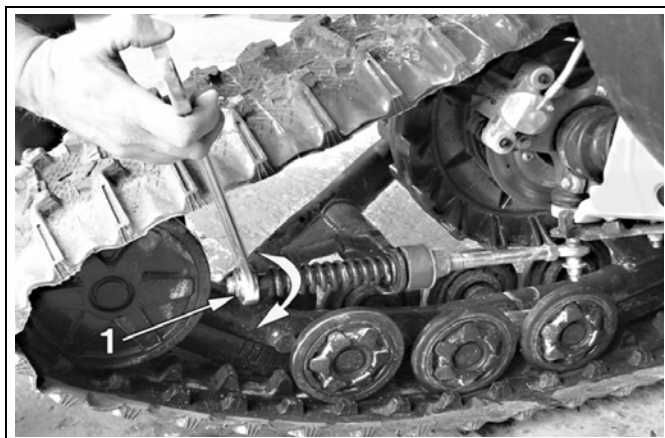
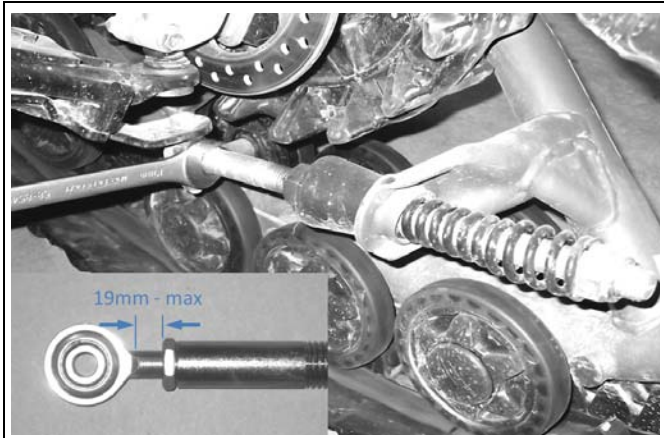

Abbildung 6
Abbildung 7
- Drehen Sie Mutter (1) bis diese die Feder berührt, dann drücken Sie die Feder zusammen, indem Sie diese Mutter 1,5 Drehungen drehen (siehe Abbildung 6).
*HINWEIS: In einigen seltenen Fällen, wenn die Mutter (Teil 1 in Abbildung 6) zum Zusammendrücken der Feder durch Einstellungen das Ende der Gewindestange erreicht hat, verlängern Sie die Baugruppe, indem Sie die Gegenmutter (Teil 3 in Abbildung 7) lösen und den Stangenkopf soweit heraus schrauben, dass max. 19 mm des Gewindes sichtbar sind. Achten Sie darauf, dass Sie die Gegenmutter nach der Montage wieder gut festziehen.*